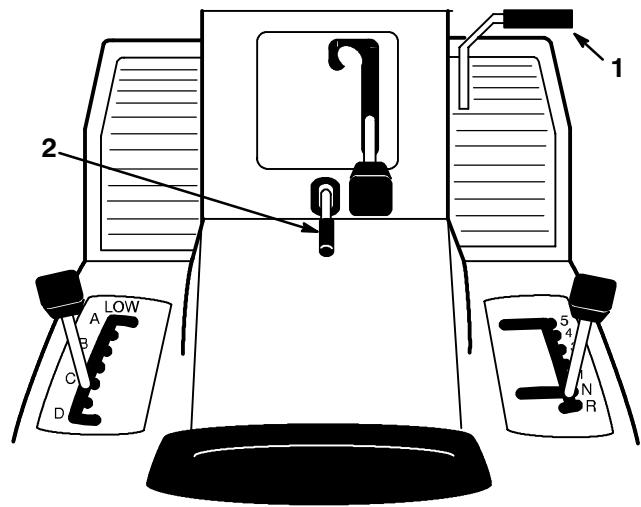

Bild 2
1. Drücken Sie das Kupplungs-/Bremspedal (Bild 2) herunter und halten es in der gedrückten Position.
2. Ziehen Sie den Feststellbremshobel (Bild 2) hoch und nehmen den Fuß allmählich vom Kupplungs-/Bremspedal. Das Kupplungs-/Bremspedal sollte in heruntergedrückter (gesperrter Position) bleiben.
1. Drücken Sie das Kupplungs-/Bremspedal (Bild 2) herunter. Der Feststellbremshobel sollte sich lösen.